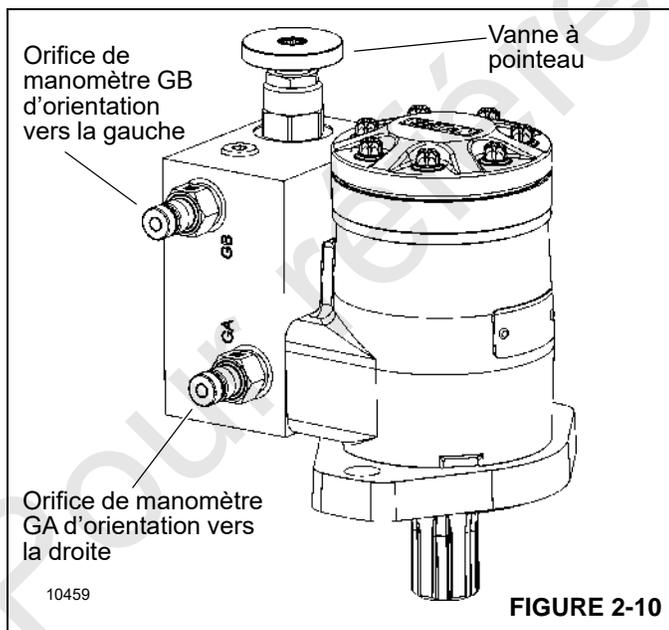

FIGURE 2-10
1. Installer un manomètre de 345 bar (5000 psi) minimum dans l'orifice de manomètre GA ou GB du répartiteur de moteur hydraulique Figure 2-10.